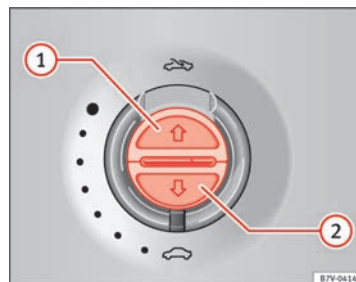

Fig. 59 En el revestimiento interior del techo: teclas para la persianilla parasol.
Abrir por completo (automáticamente):	Pulse la tecla ⇒ fig. 59 1 brevemente.
Detener el funcionamiento automático:	Pulse brevemente la tecla ⇒ fig. 59 1 o ⇒ fig. 59 2 .
Ajustar la posición intermedia:	Mantenga pulsada la tecla ⇒ fig. 59 1 o ⇒ fig. 59 2 hasta alcanzar la posición.
Cerrar por completo (automáticamente):	Pulse la tecla ⇒ fig. 59 2 brevemente.
- *Persianilla parasol:* Dentro de 5 segundos tras el disparo de la función antiaprisionamiento pulse la tecla ⇒ fig. 59 hasta que la persianilla parasol se cierre por completo.